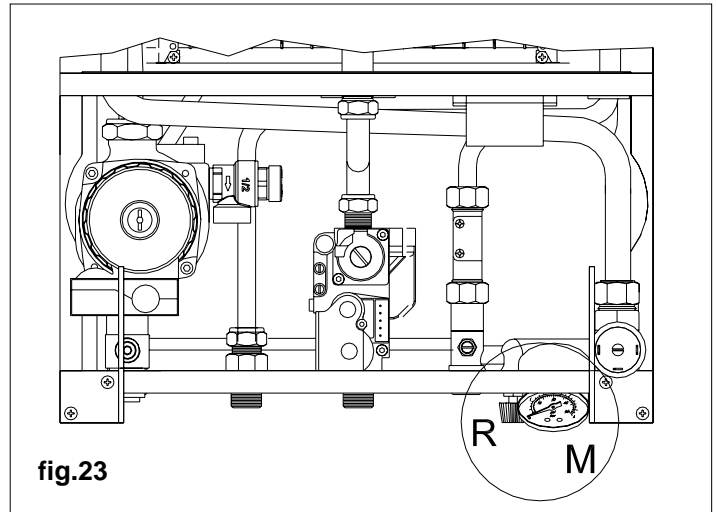

fig.23
Contrôler la pression de l'eau sur le manomètre **M** (fig.23) placé sur la partie inférieure de la chaudière ; il ne doit pas descendre en dessous de 1 bar.
- Contrôler la pression d'eau dans l'installation du chauffage et vérifier que la pression indiquée sur le manomètre **M** (fig.23), se trouvant dans le bas de la chaudière, ne soit pas inférieure à 1 bar.